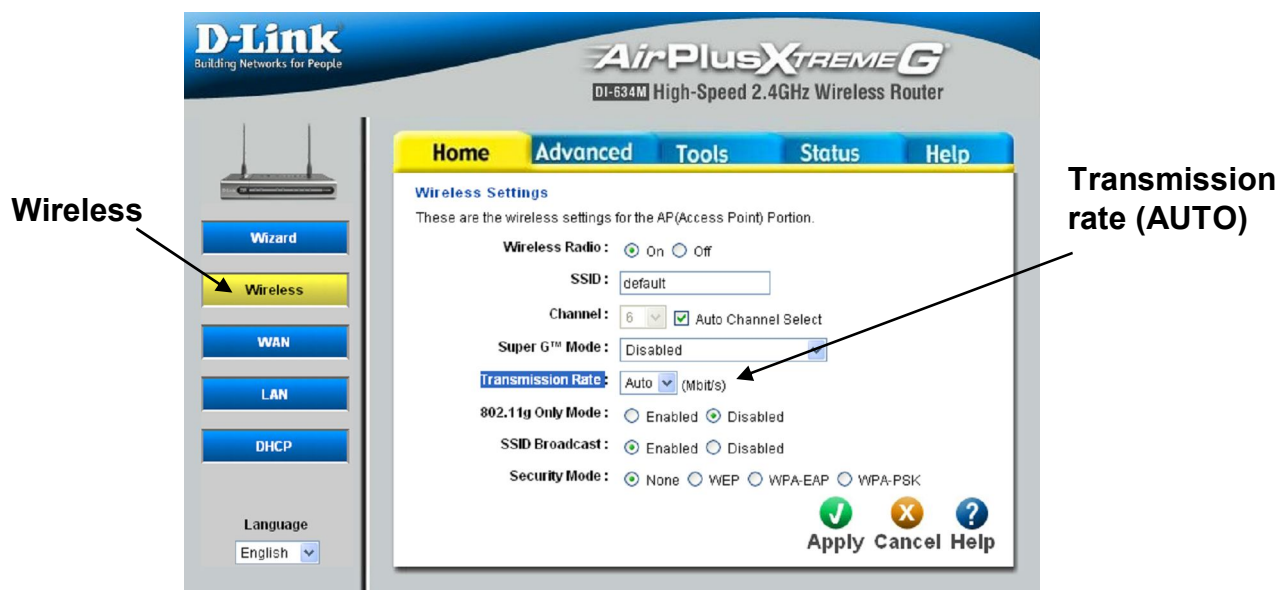

Рис. 5
- открыть закладку Wireless и поставить скорость передачи (transmission rate) – Auto (рис. 5).